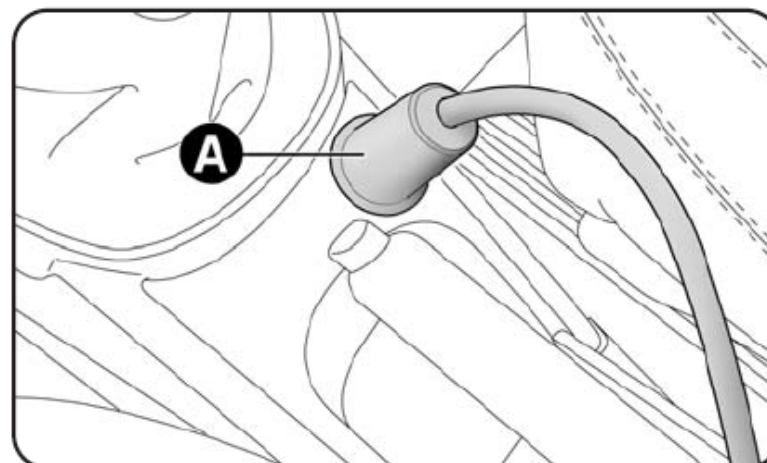
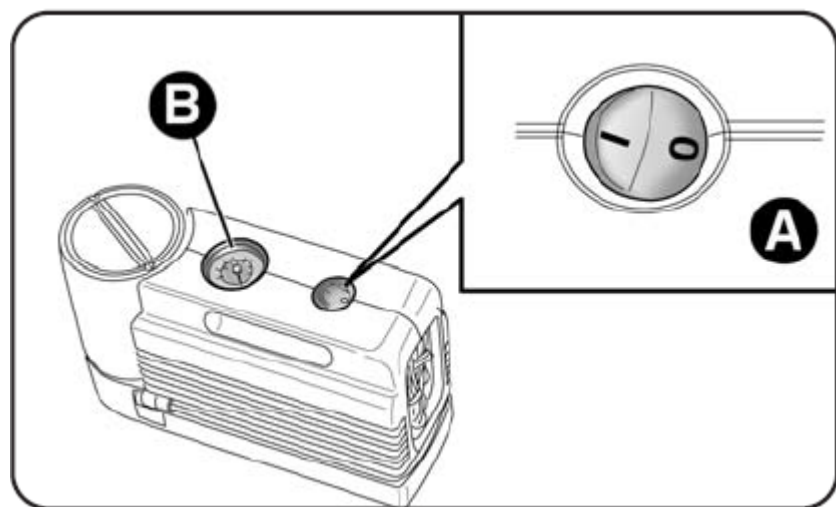

Рис. 17
Рис.18
- убедитесь что выключатель А -рис.18 компрессора находился в положении 0 (выключен), включите двигатель, вставьте разъем А - рис.17 в прикуриватель (или розетку), и включите компрессор, переместив выключатель А -рис.18 в положение 1 (включено);